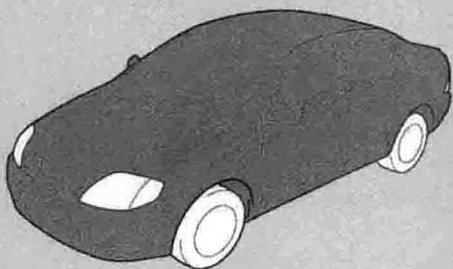

图 1-11 乘用车车身
(4) **车身** 车身是容纳驾驶人、乘客和货物的场所。乘用车车身(图 1-11)由本体总成和分总成组成,分总成包括车门、发动机盖、行李舱盖等。